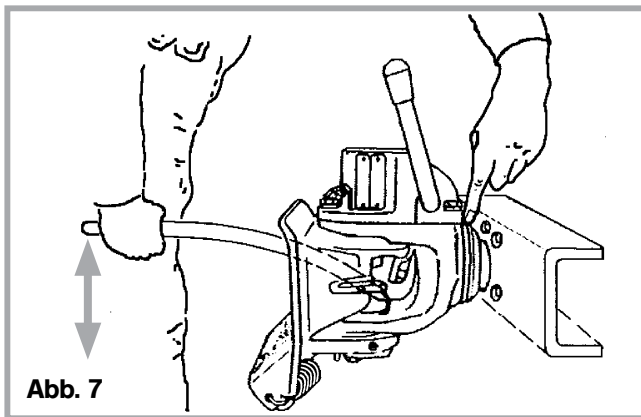

Abb. 7
- Gebogenes Montiereisen so einführen (siehe Abb. 7), dass das Eisen oben am Fangmaul anliegt und sich unten gegen den Körper der Kupplung abstützt (nicht auf der unteren Buchse)
- Stange nach oben drücken und dabei die Bewegung der Kupplung beobachten (siehe Abb. 7). Ist das vorhandene Spiel am Lager **größer als 1 mm** (entspricht ca. **3 mm** am Kupplungskopf), muss die Lagerung erneuert werden. (Bestell-Nr. siehe Prospekt Teileliste)